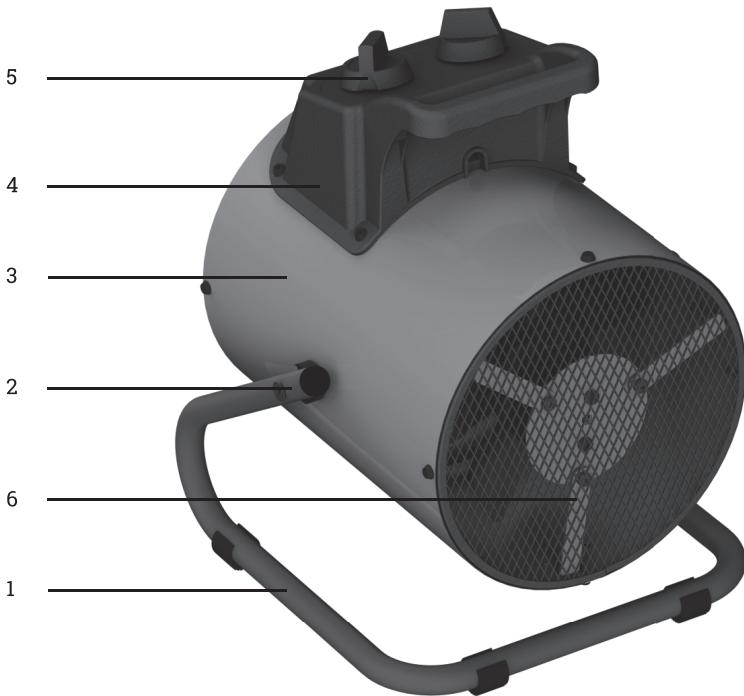

Рис. 1. Устройство прибора: 1) подставка, 2) фиксатор, 3) поворотный корпус, 4) воздуховыпускная решетка, 5) блок управления и ручка, 6) воздухозаборная решетка
Несущая конструкция тепловентилятора (рис.1) состоит из корпуса (3), изготовленного из листовой стали и имеющего цилиндрическую форму. В корпусе размещены вентилятор и трубчатые электронагревательные элементы. Снаружи корпуса расположен блок управления (5). Корпус, закрытый воздухозаборной (6) и воздуховыпускной (4) решетками, фиксаторами устанавливается к подставке (1) и имеет возможность поворота